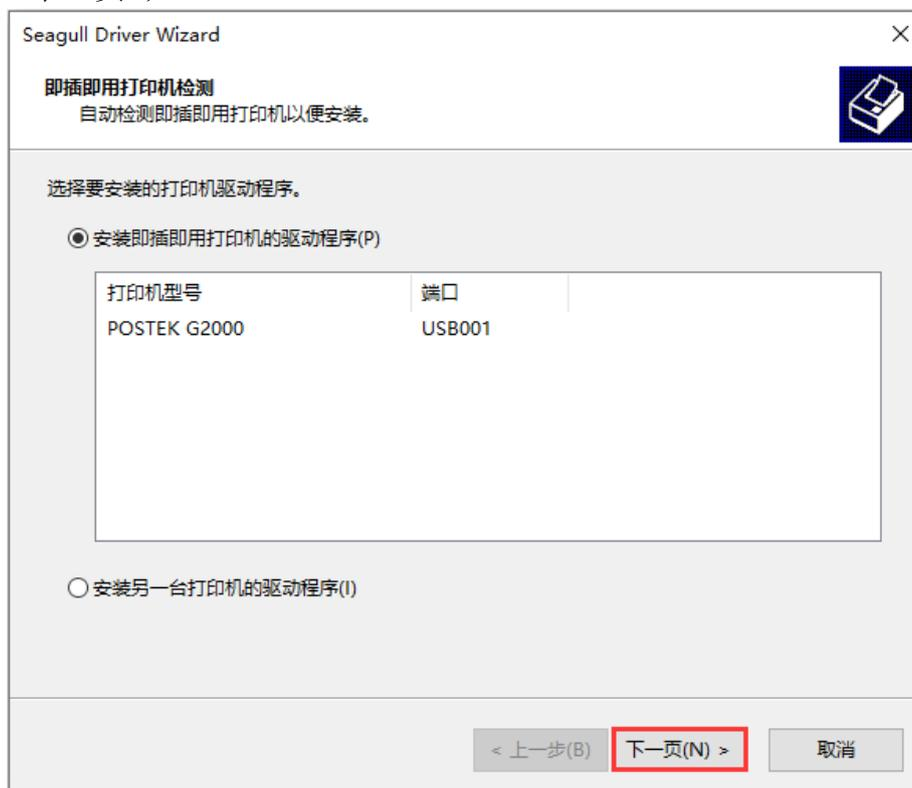

图 2-21 检测打印机界面
7. Windows 将自动检测出打印机 USB 端口（以 POSTEK G2000 为例），如图 2-21 所示，点击“下一页”；